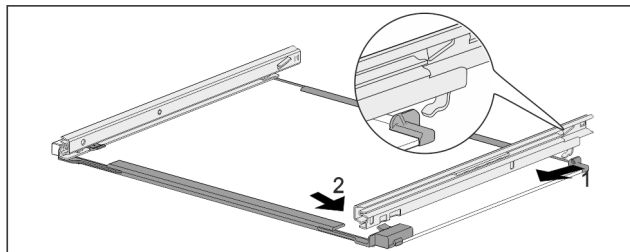

Fig. 192 Стъклена плоча с релси
- ▶ Закачете релсата отзад. Fig. 192 (1)
- ▶ Фиксирайте релсата отпред. Fig. 192 (2)